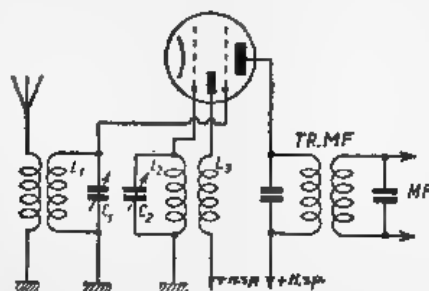

Fig. 94. Frequentie-omvorming door een dubbelroosterlamp met twee anoden, die alleen in het vindingrijke brein van Weetal bestaat
W. — Daar steekt niets buitengewoons in, want er bestaan componenten voor elk der frequenties, die gesuperponeerd worden. Maar omdat je gehecht bent aan de bescherming van de onafhankelijkheid van de hoog- en midden-frequentie plaatstroomen, kan ik je de lamp met vijf electroden van fig. 94 voorstellen. Het eerste rooster en de eerste anode (die erg klein is en den verderen doortocht van de meerderheid der electronen niet verhindert) worden met de heterodyne verbonden. De antennetrillingen worden aan het tweede rooster aangesloten en in den plaatkring vinden wij uiteindelijk den midden-frequenten stroom.